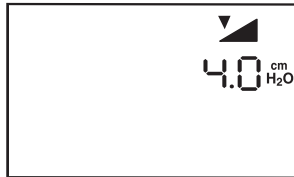

Figura 6–9 Tela de configuração da pressão inicial da redução temporária da pressão
1. Na tela de monitoração ou do modo de espera, pressione a tecla direita do usuário até a tela da configuração da pressão inicial da redução temporária da pressão aparecer no visor, tal como indicado na Figura 6–9.